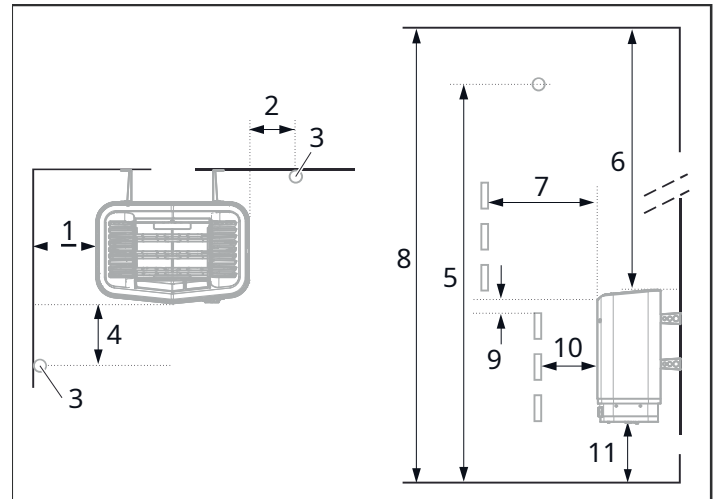

Figura 4: Posizionamento del riscaldatore - installazione normale
- Posizionare la stufa a distanza di sicurezza dal pavimento pareti e finiture interne (vedi Figura 4).
Posizionare il sensore secondo l'immagine (vedere Figura 4).